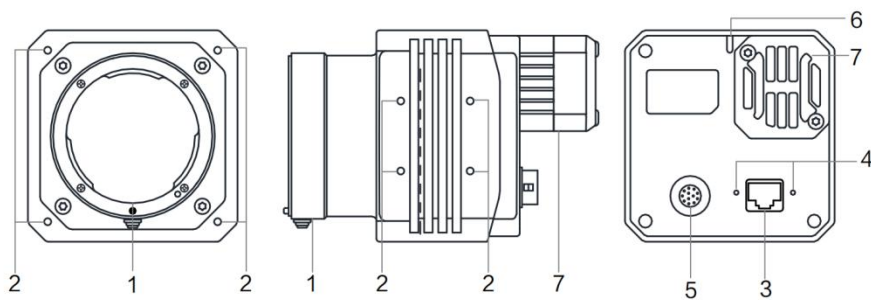

图1-7 F 口，带风扇
- 图 1-7 为 F 口，带风扇的千兆网口面阵相机外观。
- F 口，带风扇（图 1-7）